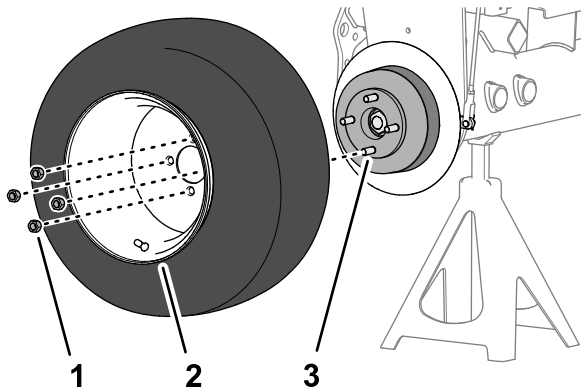

Figura 62
- Retire las 4 tuercas que sujetan la rueda delantera al cubo, y retire la rueda (Figura 62).